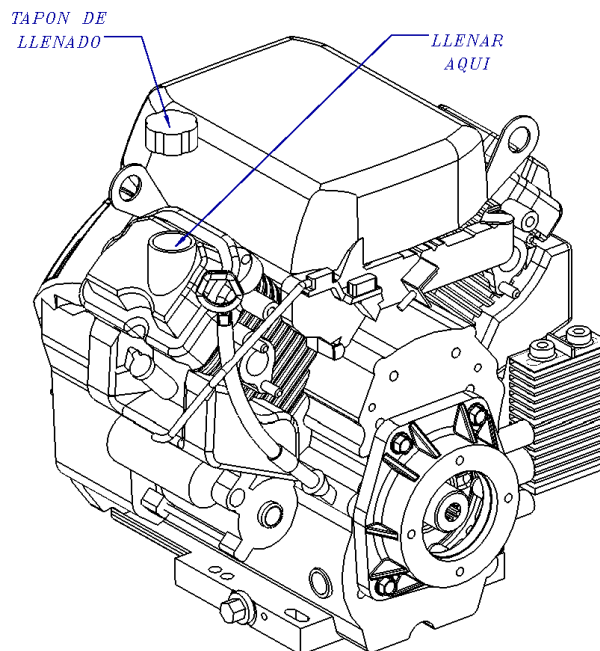

Figura 9. Puerto de llenado de aceite del motor
4. Si el nivel de aceite es bajo, remueva el tapón del depósito de aceite (Figura 9) y llene hasta el nivel de operación segura (máximo) como está indicado en la varilla. Llene con el tipo de aceite recomendado en el listado de la tabla 4. La capacidad máxima de aceite es de 2 cuartos (1.9 litros).